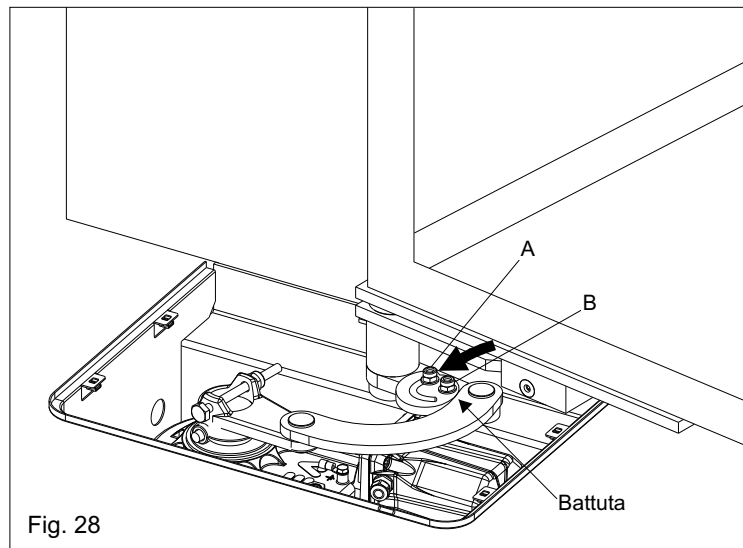

Fig. 28
6.4. Svitare i dadi A e B, ruotare la camma fino a battuta con la controbiella e ribloccare i dadi (Fig. 28)